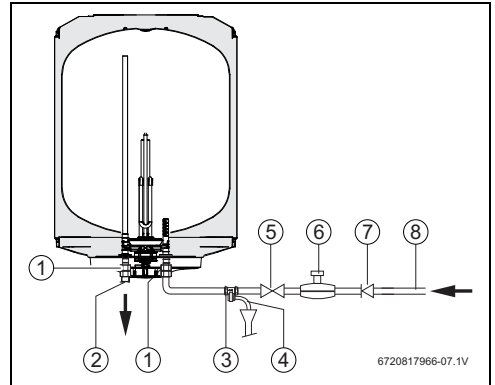

Fig. 10 Toma de agua
Para evitar averías por oscilaciones de presión repentinas en el suministro de agua, se recomienda instalar una válvula antirretorno intercalada en el acumulador (Fig. 10, [7]).
- Montar la válvula de seguridad en la conexión de agua fría del acumulador de agua caliente (Fig. 10).
- ▶ Instale la válvula de reducción de presión (Fig. 10). Si la presión del agua en el acumulador de agua caliente rebasa los 8 bar ($\pm 0,5$ bar), se activará la válvula de seguridad. En este caso deberá existir la posibilidad de desviar el agua.